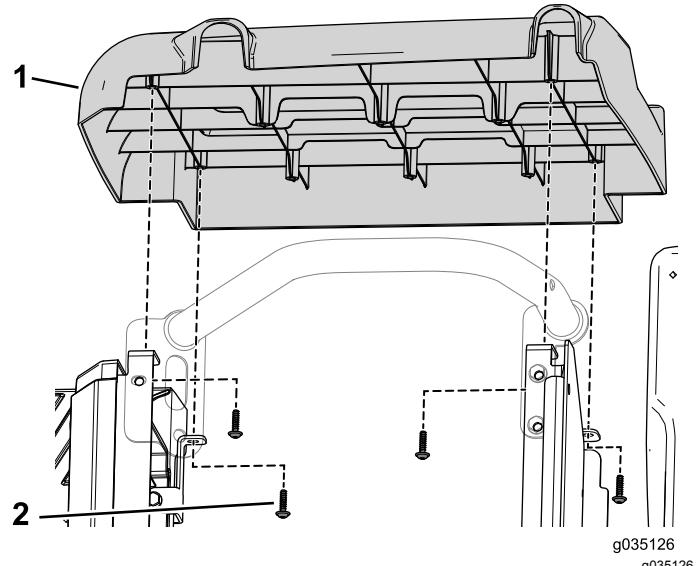

Figura 9
1. Rimuovete le 4 viti autofilettanti che fissano il pannello laterale destro alla macchina (Figura 9).
3. Fissate il pannello laterale destro utilizzando le 4 viti autofilettanti rimosse in precedenza (Figura 9).